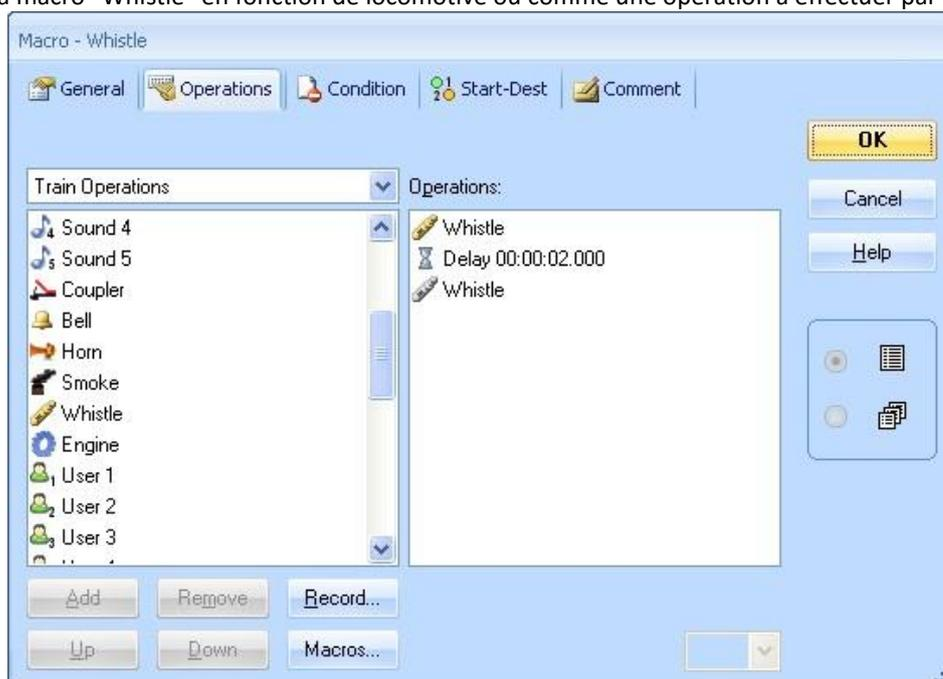

Figure 149 : configuration de la macro Whistle
- Spécifiez "Whistle ON", "délai 2000 millisecondes" et "Whistle OFF" comme opérations de la macro selon la figure 149.